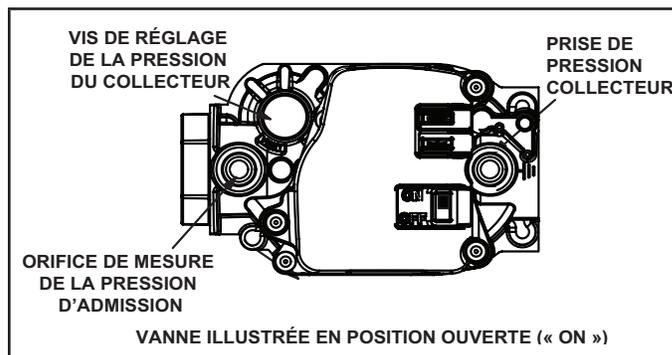

Figure 60
Fonctionnement de la vanne de gaz (Figure 60)
- 6 - Mettez le contacteur de la vanne de gaz sur « OFF ». Reportez-vous à la Figure 60.
- 8 - Mettez le contacteur de la vanne de gaz sur « ON ». Reportez-vous à la Figure 60.